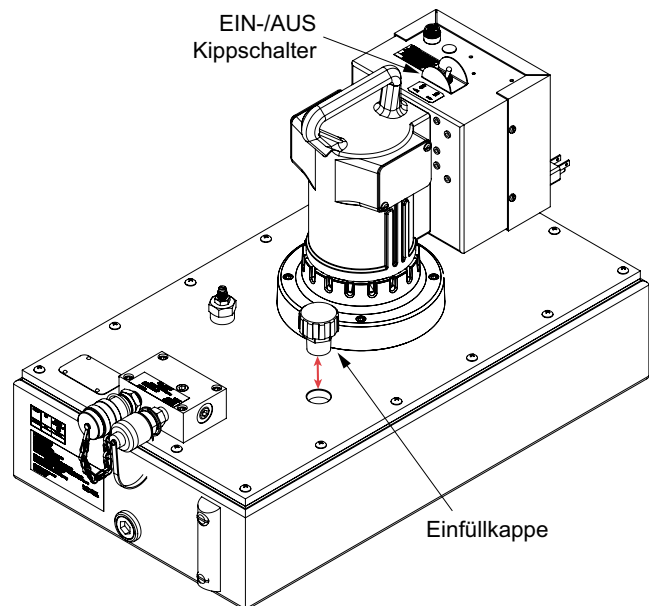

Abb. 11: PE55 Pumpeneinheit (abgebildet PE551MX2)
- Entfernen Sie den Einfülldeckel und setzen Sie einen sauberen Trichter mit Filter ein (siehe Abbildung 11).
- C. Stellen Sie sicher, dass sowohl das eSync-Gerät als auch die Pumpeneinheit ausgeschaltet sind, und überprüfen Sie, dass keine Tasten am Hängetaster gedrückt sind (siehe Abbildung 11).
- Die Pumpeneinheit kann mit dem Ein-/Aus-Druckschalter unabhängig ein- oder ausgeschaltet werden (siehe Abb. 11).